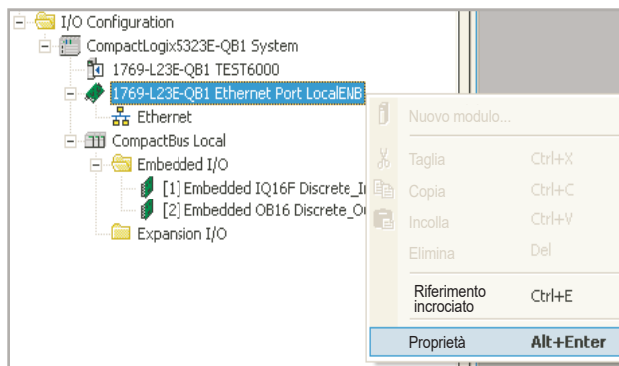

Figura 4.3.21h Posizione della porta Ethernet
4. Una volta terminato il download, fare clic con il pulsante destro del mouse sulla porta Ethernet rilevante nell'"albero" del pannello sinistro, quindi selezionare "Proprietà" (figura 4.3.21h).